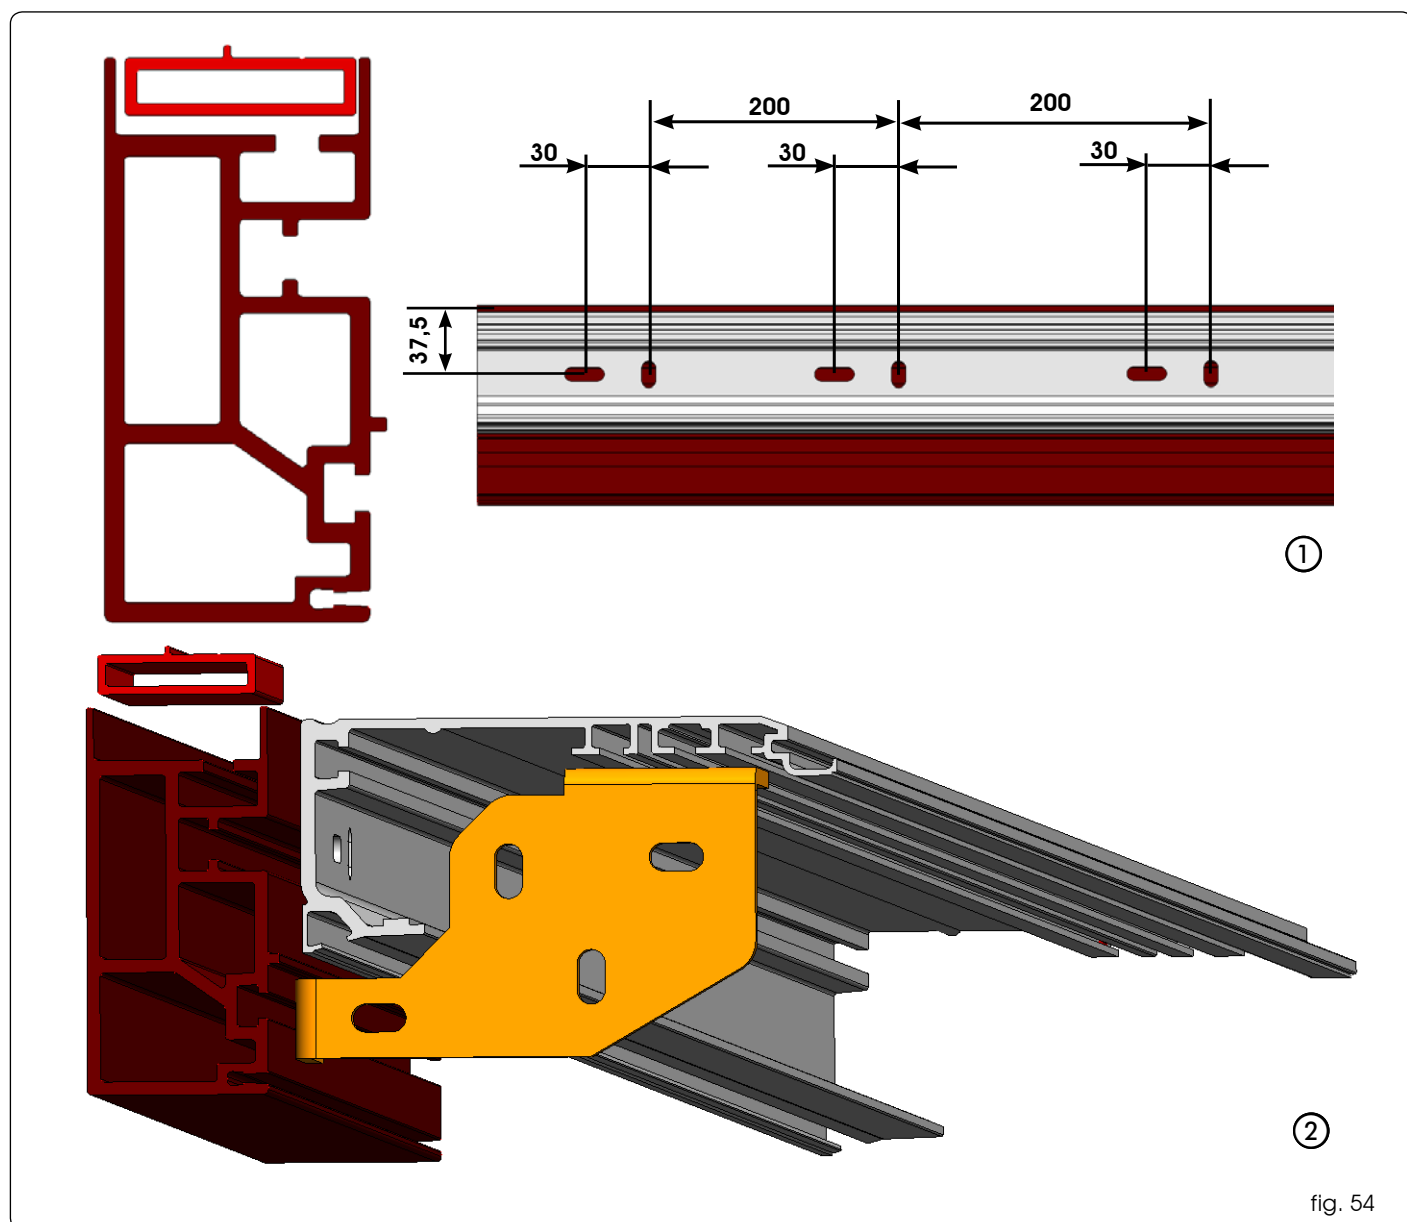

fig. 54
• Eseguire una serie di fori sul profilo autoportante nella posizione indicata in fig.54 ad una distanza di circa 200mm. tra loro.
• Stabilire l' esatta collocazione del profilo autoportante considerando gli ingombri delle fig. 54 ①.
Eseguire un fissaggio centrale sollevando con forza la traversa per allineare i tre punti di fissaggio. fig.54
La traversa d' automazione con il profilo autoportante può essere fissata alle due estremità utilizzando l' accessorio staffe laterali. fig. 54
• Stabilire l' esatta collocazione della traversa considerando gli ingombri di fig. 54
In base alla lunghezza della traversa, possono essere necessari fissaggi intermedi, sfruttando la guida indicata in fig.54.
- 3) Eseguire i fori necessari sul profilo autoportante, nella posizione indicata in fig.54 ①.